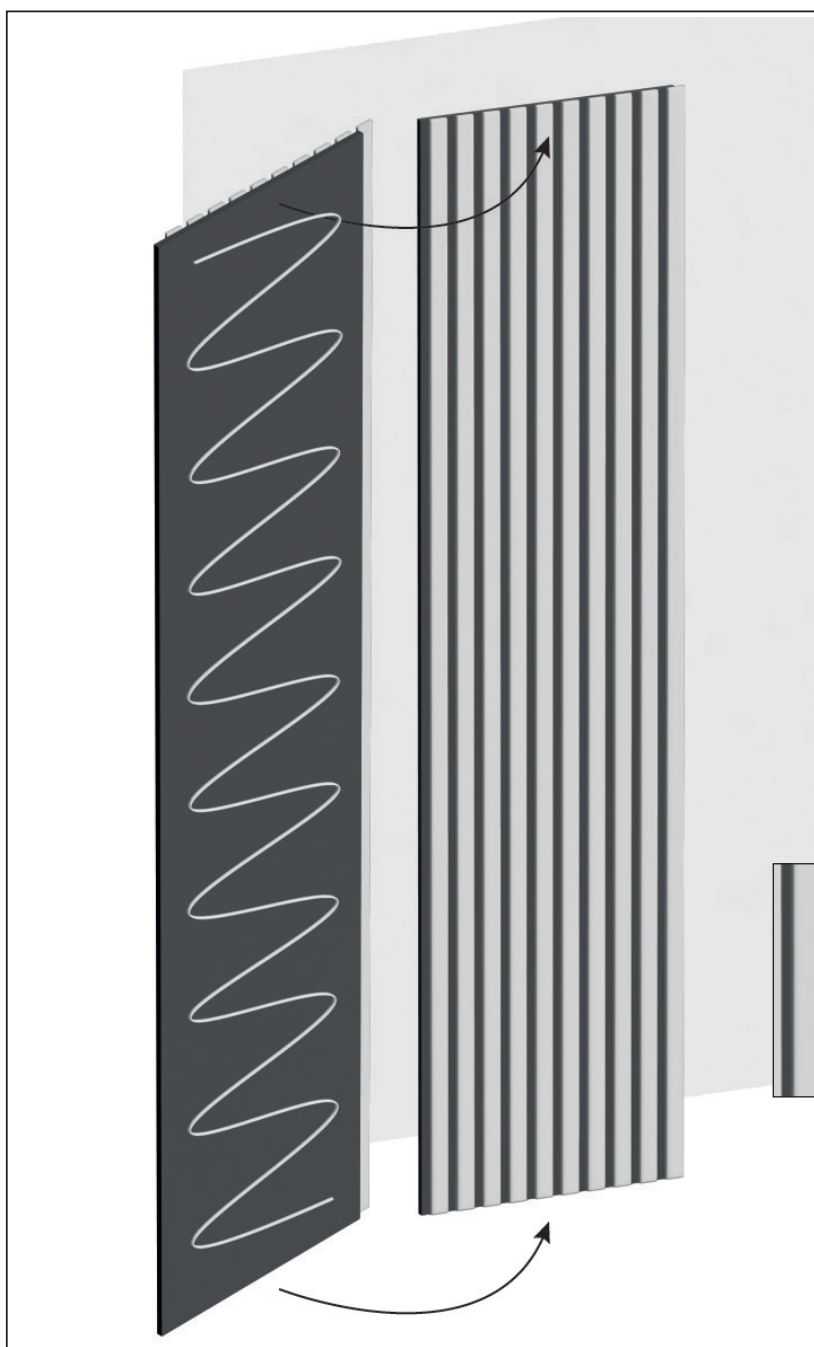

Fig. 1
- Ta ner eluttag och strömbrytare. OBS! Ha koll på bakomliggande elledningar för att inte råka skruva i dessa. Se Fig.1 för instruktioner om återmontering av uttag/strömbrytare. Anlita en behörig elektriker till alla elarbeten.